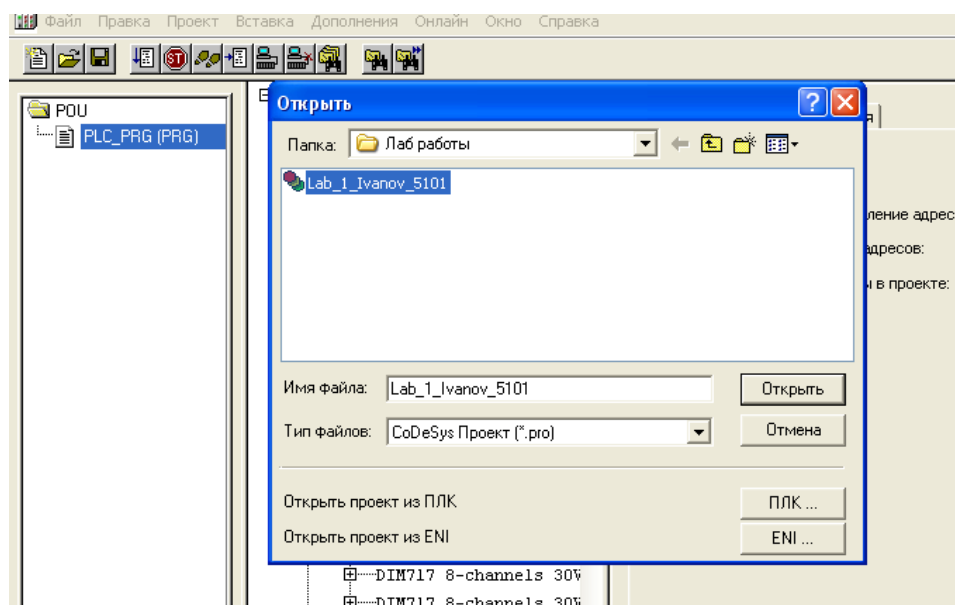

Рис. 25. Запуск ранее созданного проекта
2.3.2. В запущенном редакторе среды Codesys выполнить команду меню **Файл – Открыть** и найти в файловой системе ПК собственный проект, который был ранее создан и сохранен в ходе выполнения лабораторной работы №1 (рис.25).